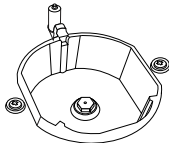
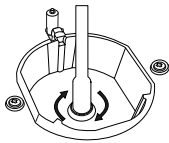

Figura 4
Figura 5
- 2. Retire la boquilla (figura 4) del quemador con una herramienta especial e instale una nueva boquilla (figura 5).